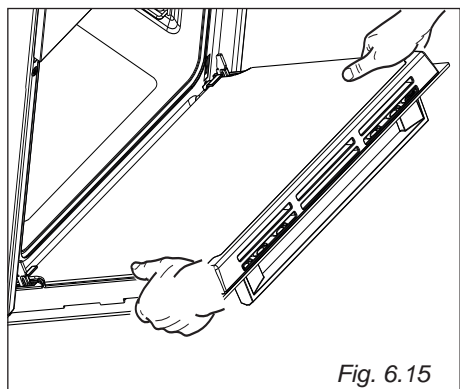

Fig. 6.15
- Impugnare la porta come illustrato in fig. 6.15.